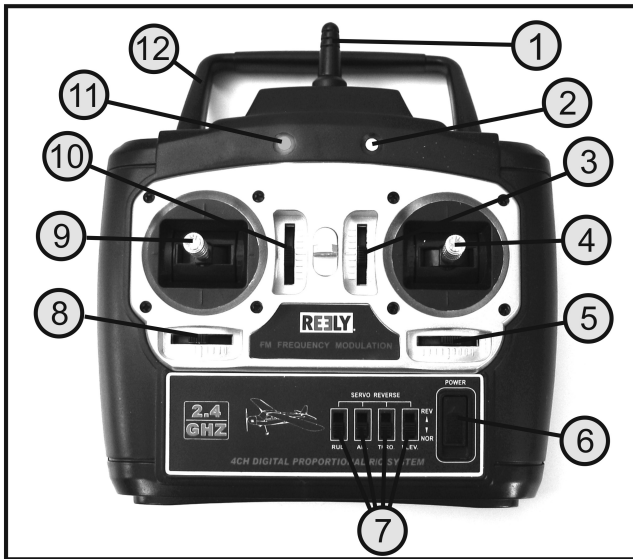

Bild 2
Doch unabhängig davon müssen Sie sich vor jeder Inbetriebnahme des Senders davon überzeugen, dass sich der Steuerknüppel für die Motorfunktion (siehe Bild 2, Pos. 9) in der Stellung „Motor aus“ befindet. Dazu muss der Steuerknüppel ganz nach unten in die unterste Stellung geschoben werden.
Wenn die Akkus geladen sind bzw. neue Batterien eingelegt sind, schalten Sie zu Testzwecken den Sender mit Hilfe des Funktionsschalters (siehe Bild 02, Pos. 6) ein. Die rote und grüne Leuchtdiode (siehe Bild 2, Pos. 2 und 11) leuchten und signalisieren Ihnen dadurch die ausreichende Stromversorgung des Senders.
Sollte die Stromversorgung für einen einwandfreien Betrieb des Senders nicht mehr ausreichend sein (unter 8,3 V), so beginnt die rote Leuchtdiode (siehe Bild 2, Pos. 11) zu blinken. In diesem Fall sollten Sie den Betrieb Ihres Modells so schnell wie möglich einstellen.
- Stellen Sie die Trimmschieber für das Höhen- und Seitenruder (Siehe Bild 2, Pos. 3 und 5) in die Mittelstellung und überprüfen Sie die Stellung der Ruderklappen am Leitwerk.
- Sollte das Höhenruder genau entgegen der zuvor beschriebenen Funktionsweise reagieren, so können Sie mit Hilfe der Reverse-Schalter (siehe Bild 2, Pos. 7) die Drehrichtung des Höhenruder-Servos umschalten. Für jeden Steuerkanal ist ein separater Schalter vorhanden. Die Höhenruder-Laufrichtung wird mit dem 2. Schalter von links (CH2) umgeschaltet.